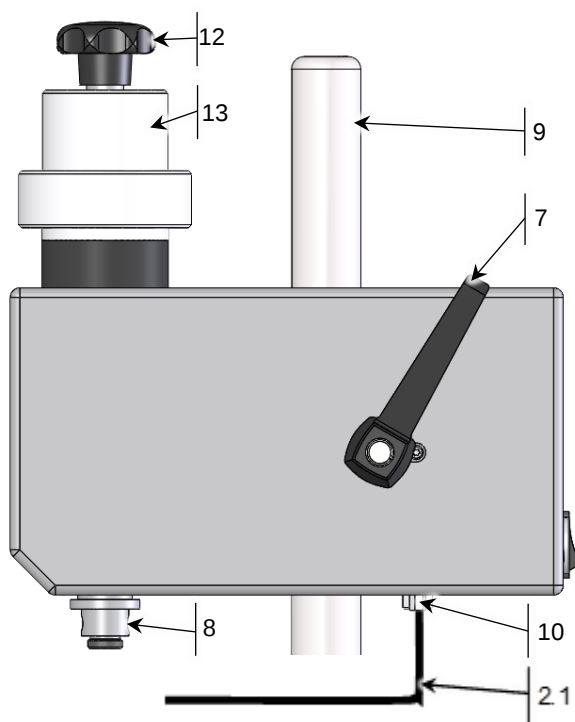

Fig. 2 Vue latérale BSA II 1000
- Raccordez le câble de raccordement (2.1) au duromètre et au raccordement (10) (voir Fig. 2, page 3) du BSA II.
- Reliez le câble de raccordement au secteur (1.2) à la prise d'alimentation (5) (voir Fig. 2, page 3) du BSA II et à l'alimentation électrique.
- Raccordez le boîtier de contrôle (1.1) au raccordement (4) (voir Fig. 2, page 3) du BSA II.
- Réglez la position du BSA II de telle sorte qu'il y ait une distance d'environ 15 mm entre la surface de la table support (21) et la plaque de pression du duromètre.
- Vissez l'adaptateur (8) dans l'alésage de la plaque de fixation (26) et serrez l'adaptateur en vous aidant de l'alésage (par ex. avec une clé à six pans creux).
- Poussez le BSA II (1.0) sur l'extrémité supérieure de la colonne (9) du banc d'essai.
- Serrez le levier de serrage (7).